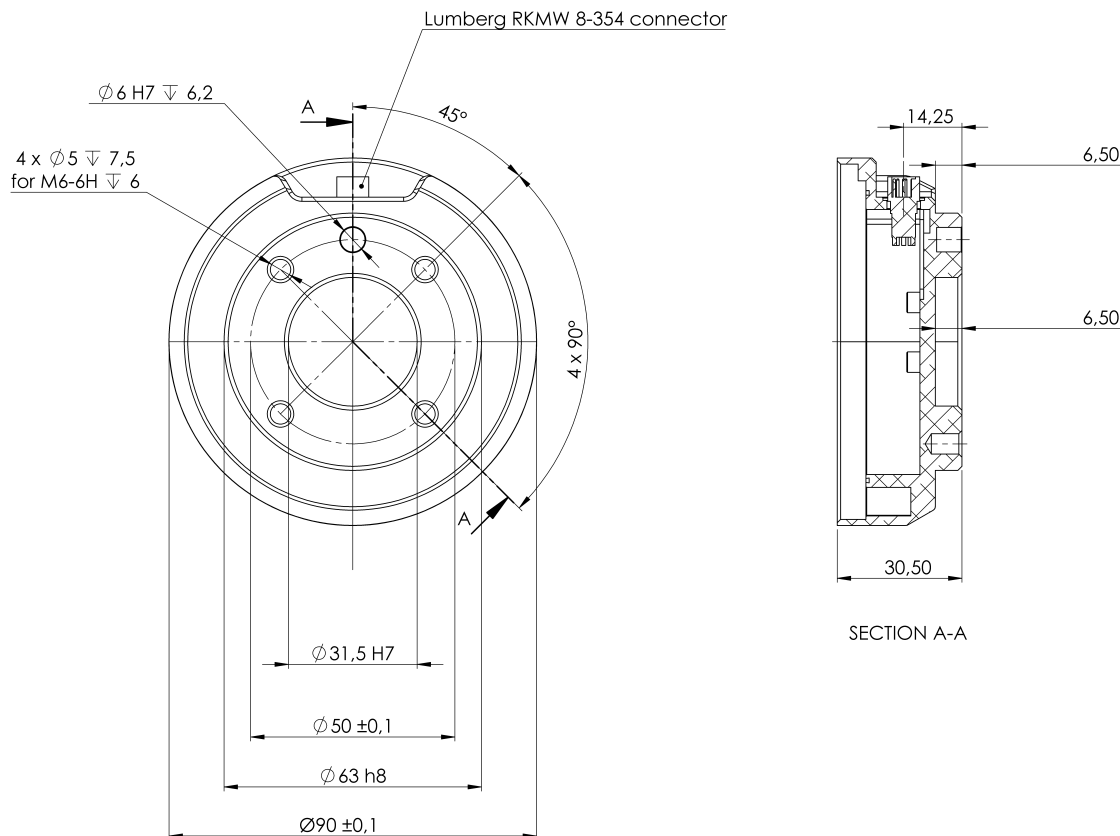

Figure 4.2: Фланец для подсоединения инструмента, ISO 9409-1-50-4-M6. В этом месте инструмент прикрепляется к наконечнику робота. Все измерения приведены в мм.
**Инструмент** Во фланце робота для подсоединения инструмента имеются четыре отверстия с резьбой М6 для установки инструмента робота. Момент затяжки болтов М6 составляет 9 Н·м. Если требуется очень точное расположение инструмента, воспользуйтесь отверстием Ø6, установив в него штифт. На рис. 4.2 показаны точки, в которых требуется просверлить отверстия для установки винтов.